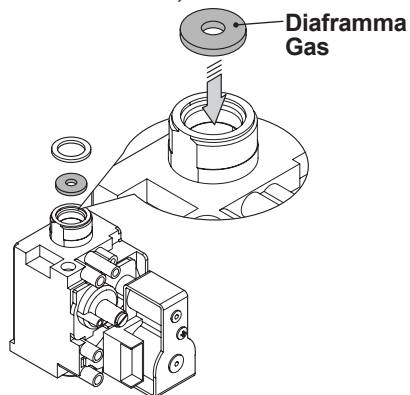

Figura 8.2
- Eseguire la trasformazione del tipo di gas sostituendo correttamente il diaframma gas (Figura 8.2), facendo riferimento alla sezione "Dati tecnici" pag. 24 (modello M260V.2025 SM) e pag. 28 (modello M260V.3035 SM).